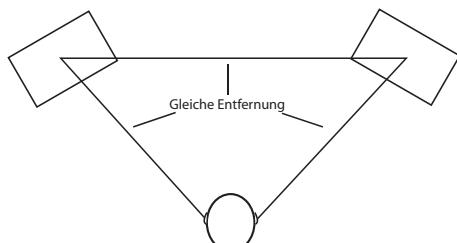

Abb. 2. Haupt-Abhörposition
*Beim Positionieren der Monitore sollten Sie ein sogenanntes "Mix-Dreieck" aufbauen. In dieser Idealkonfiguration entspricht der Abstand zwischen linkem und rechtem Monitor der Entfernung vom Zuhörer zu jedem Monitor, woraus sich ein gleichschenkeliges Dreieck ergibt (Abb. 2)*